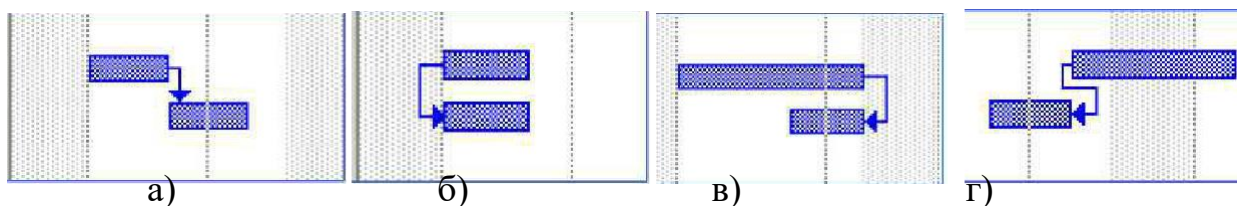

Рис. 2.1 - Основные типы отношений и связей между задачами проекта
Окончание-начало (ОН) или Finish-to-Start (FS) – наиболее распространенный вид связи. Такая связь означает, что одна задача не может начаться, пока не закончена предыдущая. При увеличении длительности предшествующей задачи, время ее окончания пересчитывается и сдвигается на более поздний срок, начало последующей задачи также сдвигается (см. рис. 2.1 а)).
Начало-начало (НН) или Start-to-Start (SS). Такой вид связи устанавливается для пары работ, которые должны выполняться почти одновременно. В этом случае не требуется завершения предшествующей задачи для начала последующей, но последующая задача должна начаться не раньше начала предшествующей. При увеличении длительности предшествующей задачи, время ее окончания пересчитывается, но не влияет на время начала и окончания последующей задачи (рис. 2.1 б)).
Окончание последующей задачи контролируется окончанием предшествующей задачи. Последующая задача не может закончиться раньше, чем заканчивается предшествующая задача. Дата окончания предшествующей задачи определяет дату окончания последующей задачи. При увеличении длительности предшествующей задачи, время ее окончания пересчитывается, а изменение длительности предшествующей задачи приводит к перемещению даты начала последующей задачи на более поздний срок (рис. 2.1 в)).